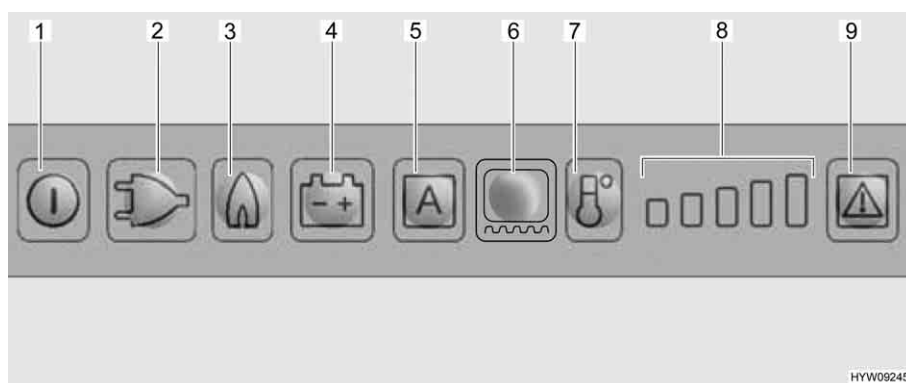

Fig. 173 Quadro comandi LED (frigorifero Dometic)
Selezionando il funzionamento a gas, il dispositivo di sicurezza si apre automaticamente, così che il gas possa fluire al bruciatore. Contemporaneamente si inserisce l'accenditore elettronico. Se la fiamma del gas si spegne, ad es. a causa di un colpo di vento, l'accenditore viene subito azionato riaccendendo il gas. In caso di guasto del funzionamento a gas, i tasti luminosi relativi a gas (Fig. 173,3) e guasto (Fig. 173,9) lampeggiano e viene emesso un segnale acustico per 20 secondi.
- Premere il tasto On/Off (Fig. 173,1) per circa 2 secondi. Il frigorifero si accende e viene visualizzato l'ultimo modalità di funzionamento selezionata.
- Premere il tasto luminoso per il tipo di funzionamento desiderato (Fig. 173,2 - 4) o la modalità automatica "AES" (Fig. 173,5) (solo per versione AES).
- Regolare la temperatura di refrigerazione con il tasto di del livello di refrigerazione (Fig. 173,7). L'indicazione del livello di refrigerazione (Fig. 173,8) mostra la regolazione sul termostato.
- Premere il tasto On/Off (Fig. 173,1) per circa 2 secondi.
Dopo l'accensione il frigorifero seleziona automaticamente la regolazione intermedia del termostato. Questa regolazione può essere modificata manualmente tramite il tasto del livello di refrigerazione (Fig. 173,7). Ci vogliono alcune ore prima che il frigorifero raggiunga la temperatura normale di esercizio. Quando si commuta a un'altra modalità di funzionamento, la regolazione sul termostato viene mantenuta.
- Accendere il riscaldamento del telaio per 2 ore: Premere una volta il tasto luminoso per il riscaldamento del telaio (Fig. 173,6). Sull'indicazione del livello di refrigerazione (Fig. 173,8) si accende una barra.
- Accendere il riscaldamento del telaio per 5 ore: Premere due volte il tasto luminoso per il riscaldamento del telaio (Fig. 173,6). Sull'indicazione del livello di refrigerazione (Fig. 173,8) si accendono due barre.
- Regolazione del riscaldamento del telaio ad esercizio continuo: Premere tre volte il tasto luminoso per il riscaldamento del telaio (Fig. 173,6). Sull'indicazione del livello di refrigerazione (Fig. 173,8) si accendono tre barre.
L'indicazione del livello di refrigerazione (Fig. 173,8) indica per alcuni secondi la durata di esercizio del riscaldamento del telaio.
In caso di guasto, il tasto luminoso Guasto (Fig. 173,9) lampeggia. Lampeggia inoltre uno dei tasti luminosi della modalità di funzionamento o l'indicazione del livello di refrigerazione. Viene emesso anche un segnale acustico. Per le note sulla visualizzazione degli errori e la loro eliminazione, vedi capitolo 14.
- ▷ Dopo aver eliminato un guasto del funzionamento a gas, premere il tasto luminoso Reset (Fig. 173,9).